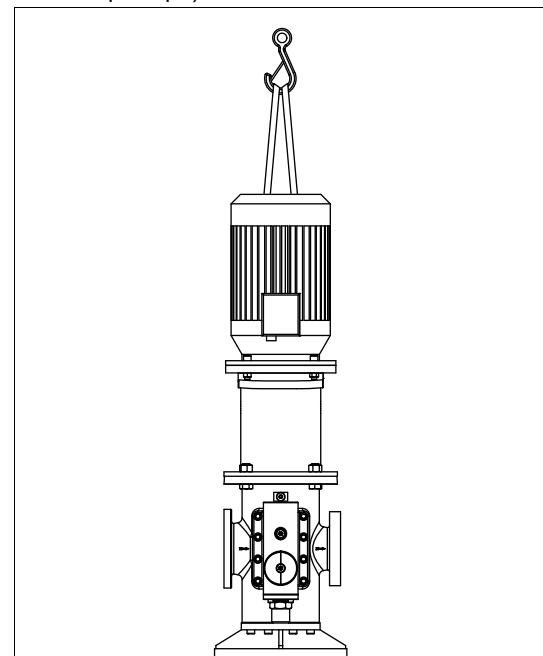

Fig. 4 Fixation des engins de levage (image de principe)
- Forme de construction CGV:** entourer le support de pompe avec les sangles de levage, voir Fig. 4, page 17.